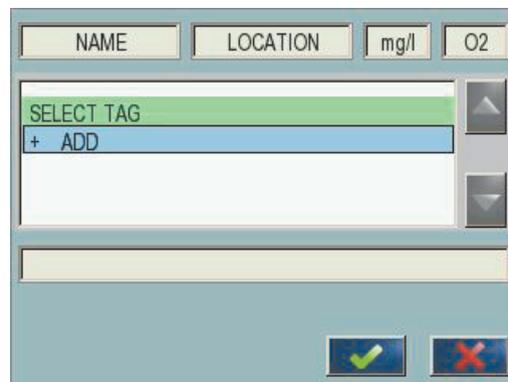

Figure 49 Menu principal de l'éditeur de formule
2. Le menu principal de l'éditeur de formule est affiché (Figure 49). Taper sur les champs de saisie pour modifier le nom, l'emplacement, l'unité, le paramètre et la formule.